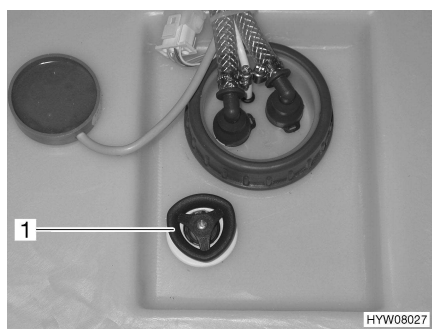

Fig. 99 Depósito de agua con tirador giratorio
- Girar el tirador giratorio (Fig. 99,1) sobre el depósito de agua en sentido de las agujas del reloj, hasta el tope.
- Girar el tirador giratorio (Fig. 99,1) sobre el depósito de agua en sentido contrario a las agujas del reloj, hasta sentir resistencia. El agua se saldrá hasta aprox. 20 litros.